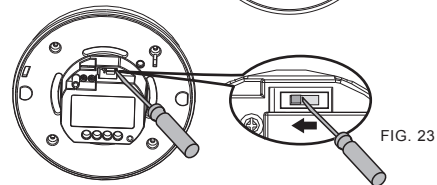

FIG. 23
4.2.1.3 Hvis det registreres bevegelse sender CCT551011/ CCT551012 et C-buss styringssignal for å styre C-bussystemets forbrukere på (se FIG. 23). Utgangen er en felleskollektor for bruk med C-bussenheter med ekstern inngang.